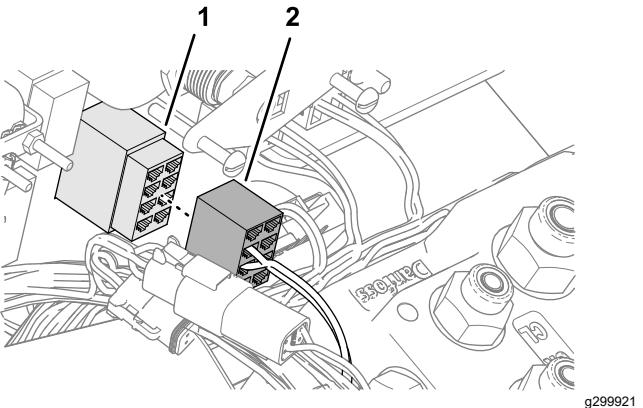

Figura 93
- Ligue o conector de 8 tomadas da cablagem do kit identificado com ROAD SWITCH (Figura 93) no interruptor de 2 posições que instalou na seção Montagem do interruptor de estrada no painel (página 33).